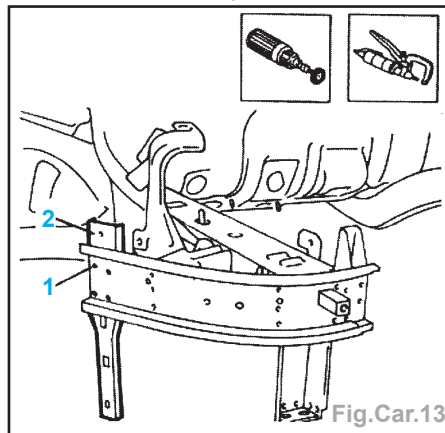

Fig.Car.13
- Dépointer la pièce à remplacer et déposer le support latéral (Fig.Car.13).